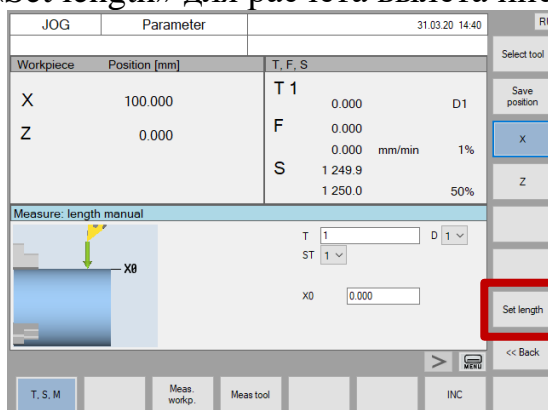

Рис.56. Кнопка «Set length»
13. Нажать кнопку «Set length» для расчета вылета инструмента (рис.56);